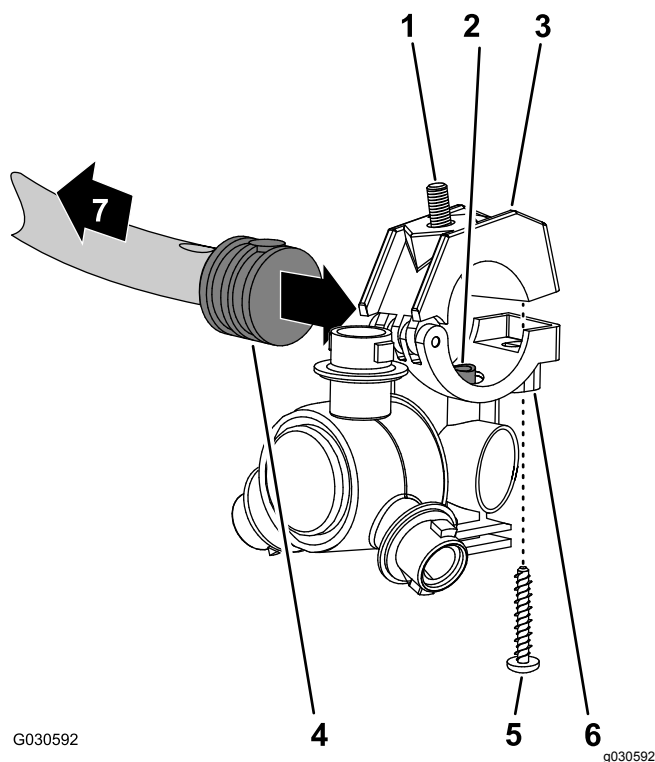
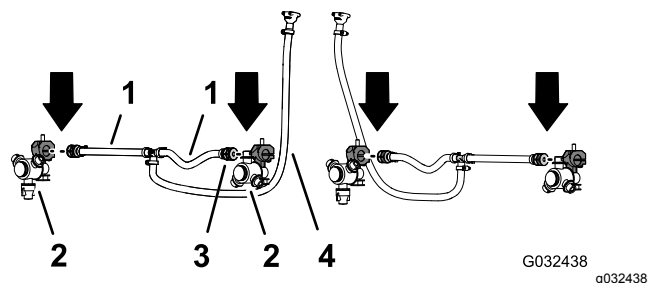

Figura 57
Figura 58
- Trabalhando com dois bicos do pulverizador do kit de acabamento de sistema de pulverização GeoLink, retire o parafuso de aço inoxidável que prende a metade do grampo superior à sela (Figura 57).
- Localize o orifício na lateral da haste do tubo estriado simples na extremidade do tubo (25 cm) do conjunto do tubo (válvula do pulverizador 5 ou 6) para a secção de pulverização central (Figura 57 e Figura 58).
- Alinhe o tubo de transferência na sela de um bico do pulverizador (Figura 57) com o orifício na lateral da haste do tubo estriado simples (13 mm).
- Feche a metade do grampo superior em torno da haste do tubo estriado e prenda a metade do grampo e o corpo do bico do pulverizador (Figura 57) com o parafuso de aço inoxidável (N.º 12 x $\frac{1}{4}$ pol.); aperte o parafuso de aço inoxidável com 14 a 18 N·m.
- Trabalhando com o bico do pulverizador, o parafuso de cabeça sextavada e o parafuso de aço inoxidável que retirou nos passos 1 e 2 de Remoção dos bicos do pulverizador (página 28), repita os passos 3 a 5 para a haste do tubo roscado simples (Figura 57 e Figura 58) na extremidade do outro tubo (25 cm).
- Trabalhando com os dois bicos do pulverizador que retirou no passo 4 de Remoção dos bicos do pulverizador (página 28), repita os passos 3 a 5 para as hastes do tubo roscado simples do outro conjunto dos tubos (válvula do pulverizador 5 ou 6) para a secção de pulverização central (Figura 57 e Figura 58).